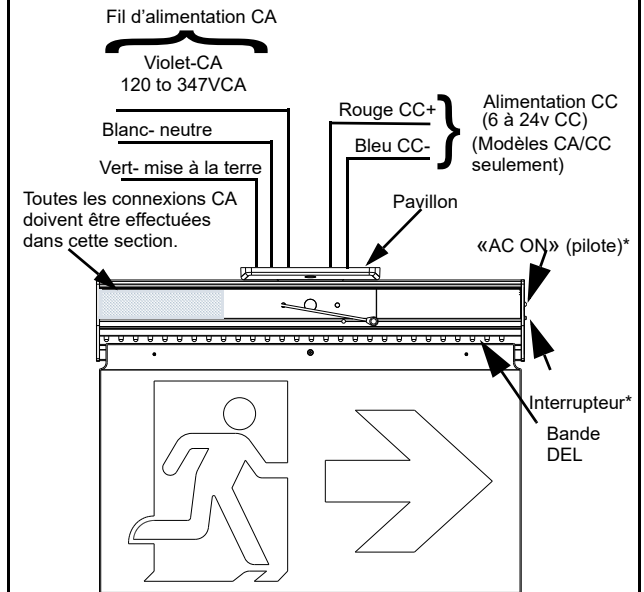

Figure 3
- a. Fixez les fils d'alimentation en courant alternatif aux fils de rallonge fournis (suivez le câblage électrique de la figure 3).
- c. Faites passer les fils fournis par le trou central de l'auvent et fixez l'auvent à la plaque de l'araignée à l'aide des vis fournies (5).
- d. A l'aide d'un tournevis, poussez le bouton vers l'intérieur du boîtier. Faites passer les fils fournis par le trou central et montez le boîtier sur l'auvent à l'aide des vis fournies (7).
- b. Fixer l'auvent au boîtier à l'aide des vis (7) et des contre-écrous fournis (12).
- c. Fixez les fils d'alimentation en courant alternatif aux fils de rallonge fournis (suivez le câblage électrique de la figure 3).
- e. Fixer la plaque de fixation à la boîte de jonction à l'aide des vis de la boîte de jonction (3).
- g. Fixer l'assemblage auvent/boîtier à la plaque de fixation à l'aide des vis fournies (5).
5. Connexions électriques (voir figure 3):
- a. Attach the AC supply leads to the extension wires supplied (follow the electrical wiring in Figure 3).
- c. Feed the supplied wires through the center hole of the canopy and attach the canopy to the spider plate using the screws provided (5).
- d. Use a screwdriver to push the knock out towards the inside of the housing. Feed the supplied wires through the center hole and mount the housing to the canopy with the screws provided (7).
- b. Fasten the canopy to the housing using screws (7) and lock nuts provided (12).
- c. Attach the AC supply leads to the extension wires supplied (follow the electrical wiring in Figure 3).
- e. Fasten the spider plate to the junction box using the junction box screws (3).
- g. Fasten the canopy/housing assembly to the spider plate using the screws provided (5).
5. Electrical connections (see Figure 3):